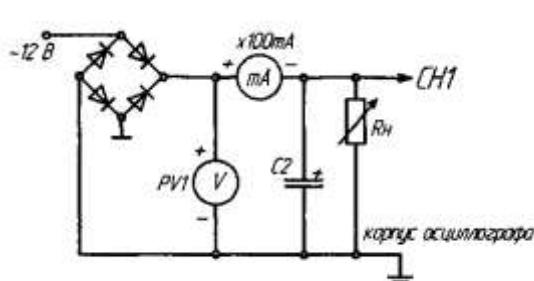

Рис. 1
1) Собрать схему по рис. 1. Установить заданное значение сопротивления нагрузки  $R_H$ . В качестве вольтметра использовать мультиметр PV в режиме измерения **постоянного напряжения**. Подключить входы осциллографа. Переключатель развертки осциллографа перевести на временную развертку. Установить синхронизацию от сети. На экране осциллографа наблюдать осциллограмму выпрямленного напряжения  $U_d$ ,